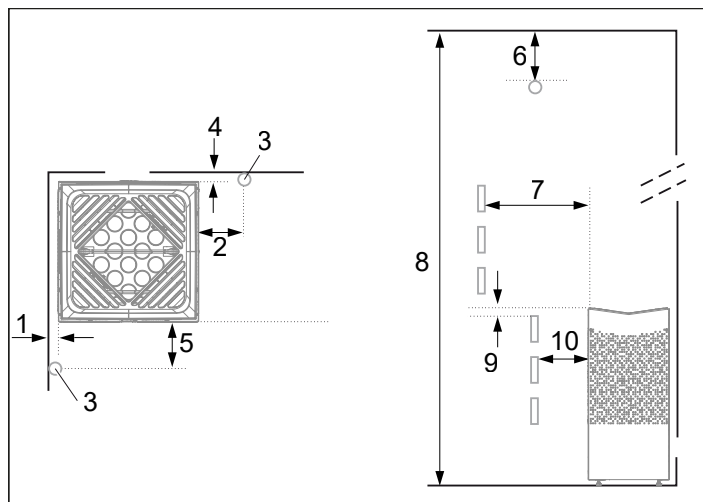
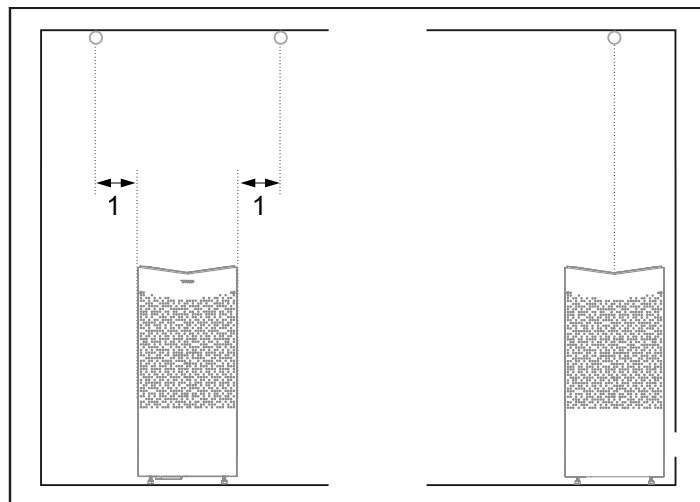

Fig 3: Placering av bastuaggregatet - normalmontage
Fig 4: Takmontering av sensorn
- Planera bastuaggregatets placering (se Avsnittet Aggregatets placering - normalmontage, fig 3).
- Planera sensorns placering (se Fig 3 samt Fig 4).
- på säkert avstånd till sidoväggar och inredning (se Fig 3).
Placera sensorn enligt bilden (se Fig 3), tänk på att inte någon aktiv friskluftsventil närmare än 1000 mm.
Om väggen på vilken sensorn ska installeras är gjord av mycket värmeabsorberande material (t.ex. betong, tegel m.m.) eller om väggen är gjord av härdats glas, kan sensorn placeras i taket med avstånd från aggregatet enligt Fig 4.